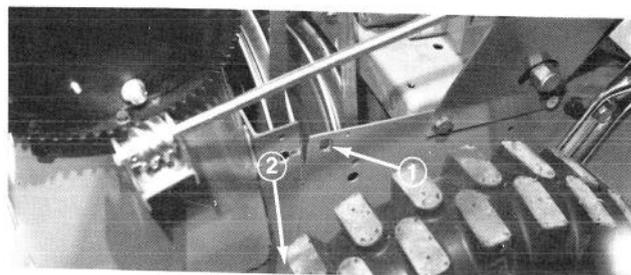

Abb. 38
3. Die beiden oberen Bundschrauben und die beiden unteren Sicherungsmuttern lösen, die das Räumgehäuse und die Antriebseinheit zusammenhalten (Abb. 38).
5. Räumgehäuse und Antriebseinheit wieder miteinander verbinden und die beiden Bundschrauben oben und Sicherungsmuttern unten festziehen (Abb. 38).